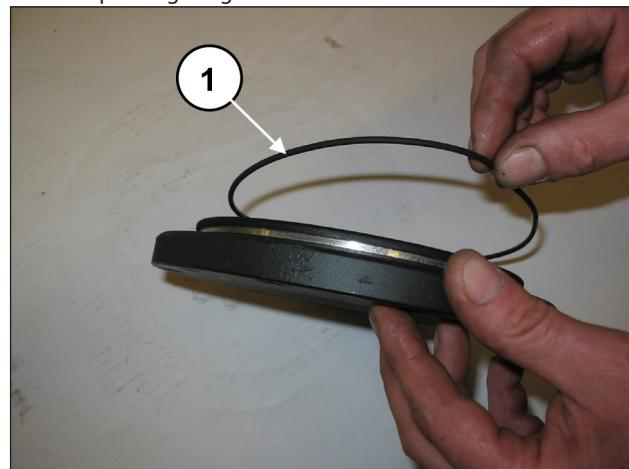
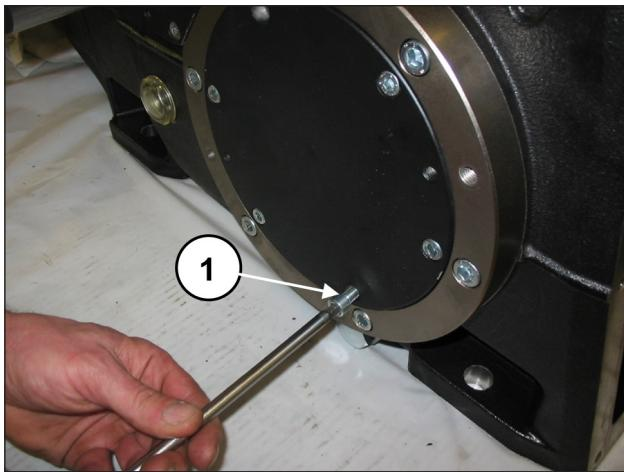

Abb. 89
Abb. 90
Montieren Sie die beiden Lagerdeckel (samt O-Ringen) (Pos. ①, Abb. 89) anhand von 6+6 Schrauben M8x20 (Pos. ①, Abb. 90).